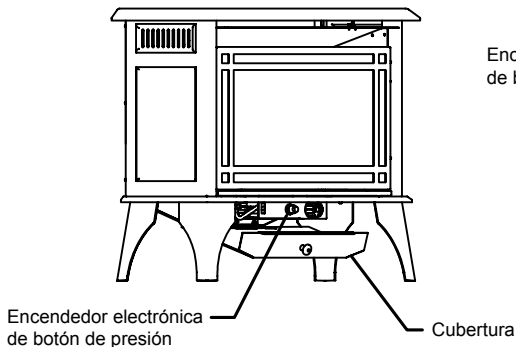

Figura 1
Paso 1 - Localice el encendedor electrónica de botón de presión mediante la reducción de la cubierta en la parte inferior de la estufa. (Figura 1)